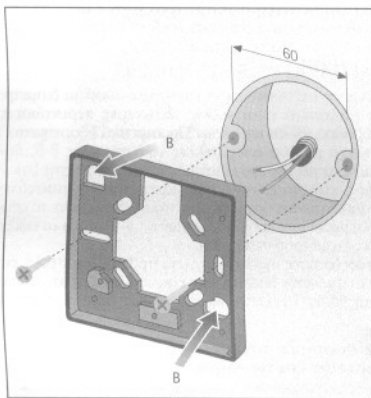
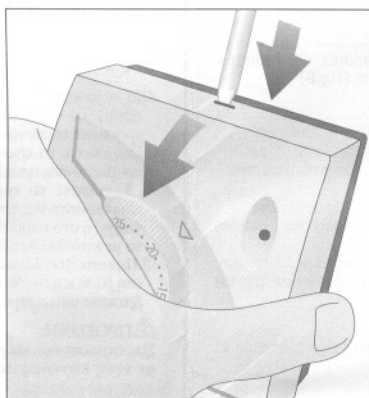

fig.8 - ELK.8
fig.9 - ELK.9
- Separare la base dal coperchio del prodotto facendo pressione sull'apposito dente di aggancio (fig.8), quindi fissarla alla parete (o alla sottobase) utilizzando i fori a disposizione (fig.9) a mezzo viti con un diametro max 3,5mm.
- Remove the front cover from the thermostat base by releasing the provided clip (fig.8), then fix it to the wall (or to the sub-base fitting) through the provided holes (fig.9) and tighten it by means of suitable screws having max of 3,5 mm.